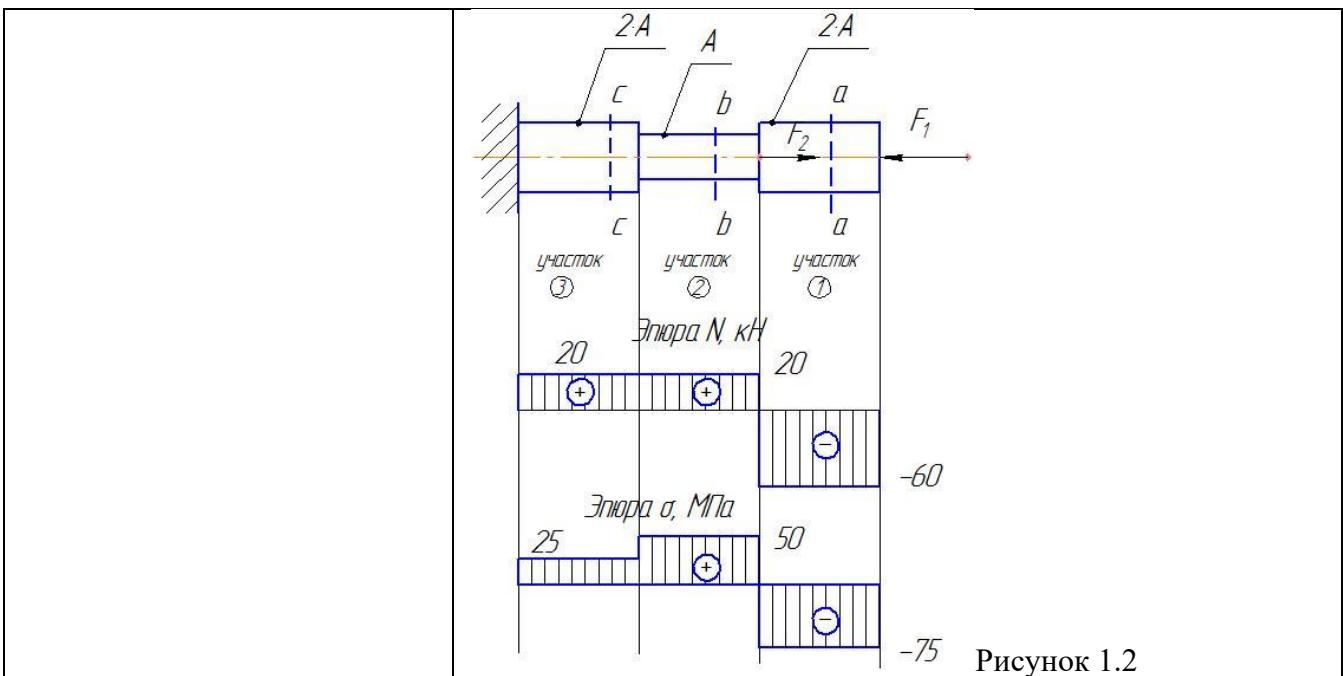

Рисунок 1.2
<p>1 Задан ступенчатый стержень, нагруженный силами $F_1=60$ кН и $F_2=80$ кН.</p> <p>Требуется:</p> <p>а) построить эпюру продольных сил N_z;</p> <p>б) определить максимальное значение продольной силы (по абсолютному значению)</p> <p>в) построить эпюру нормальных напряжений σ_z, при $A=400$ мм^2;</p> <p>г) определить максимальное значение нормального напряжения σ_{\max} (по абсолютному значению)</p> 	<p>а) построить эпюру продольных сил N_z;</p> <p>Делим брус на три участка (рис.1.2). Для определения продольной силы N_z на каждом участке с использованием метода РОЗУ (разрезать, отбросить, заменить, уравновесить) ставим сечения а-а, б-б, с-с и определяем в каждом из них значения продольной силы продольных сил N_z, как алгебраическую сумму всех сил действующих по правую стороны от сечения:</p> <p>Первый участок $N_I = -F_1 = -60$ кН; второй участок $N_{II} = -F_1 + F_2 = -60 + 80 = 20$ кН; третий участок $N_{III} = -F_2 = -80$ кН</p> <p>По значениям строим эпюру продольных сил .</p> <p>б) определить максимальное значение продольной силы (по абсолютному значению) $N_{\max} = N_I = 60$ кН</p> <p>в) построить эпюру нормальных напряжений σ_z, при $A=400$ мм^2;</p> <p>Определяем значения нормальных напряжений на каждом участке, как отношение продольной силы к площади поперечного сечения соответствующего участка:</p> <p>Первый участок $\sigma_{zI} = N_I / (2A) = -60 \cdot 10^3 / (2 \cdot 400) = -75$ МПа ;</p> <p>второй участок $\sigma_{zII} = N_{II} / (A) = 20 \cdot 10^3 / (400) = 50$ МПа ;</p> <p>третий участок $\sigma_{zIII} = N_{III} / (2A) = 20 \cdot 10^3 / (2 \cdot 400) = 25$ МПа</p> <p>По значениям строим эпюру нормальных напряжений.</p> <p>г) определить максимальное значение нормального напряжения $\sigma_{\max} = 75$ МПа</p>